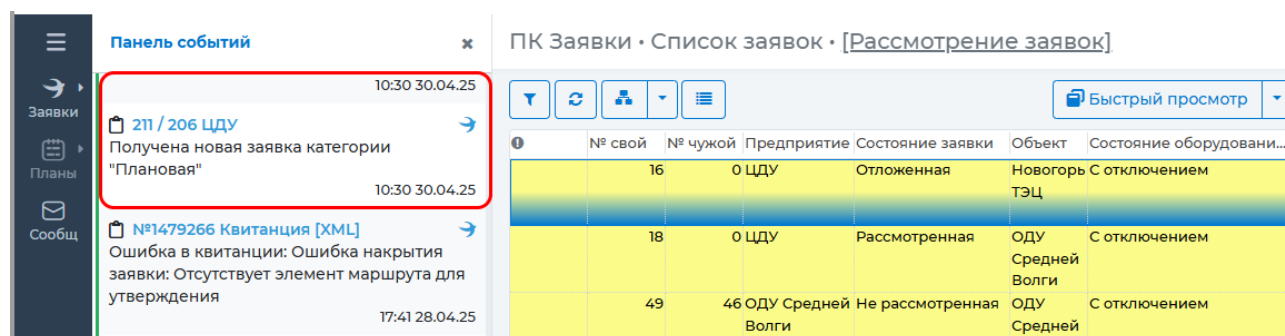

Рисунок 15.2 – Переход к журналу сообщений из панели событий
- из панели событий по нажатию на гиперссылку сообщения об ошибке (Рисунок 15.2);